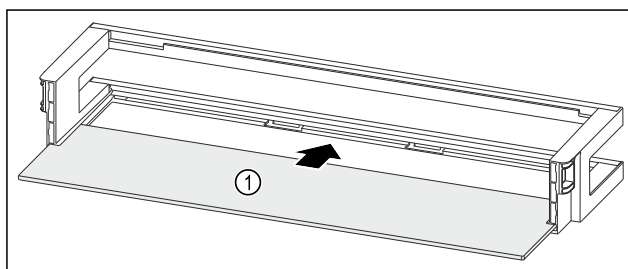

Fig. 92 Deurrek met draagplateau
- Draagplateau Fig. 92 (1) in de zijdelingse inkepingen schuiven.